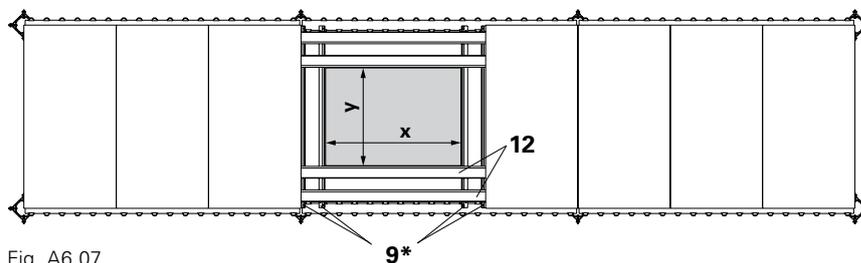

Fig. A6.07
Instalar a viga de extremidade SRT 150-2 (9\*) numa posição suspensa. Colocar a madeira de compensação SPH 150 (12) numa posição horizontal. Larguras de influência admissíveis para a madeira de compensação SPH, ver Tabela A6.02 na página seguinte. (Fig. A6.07 + A6.08)